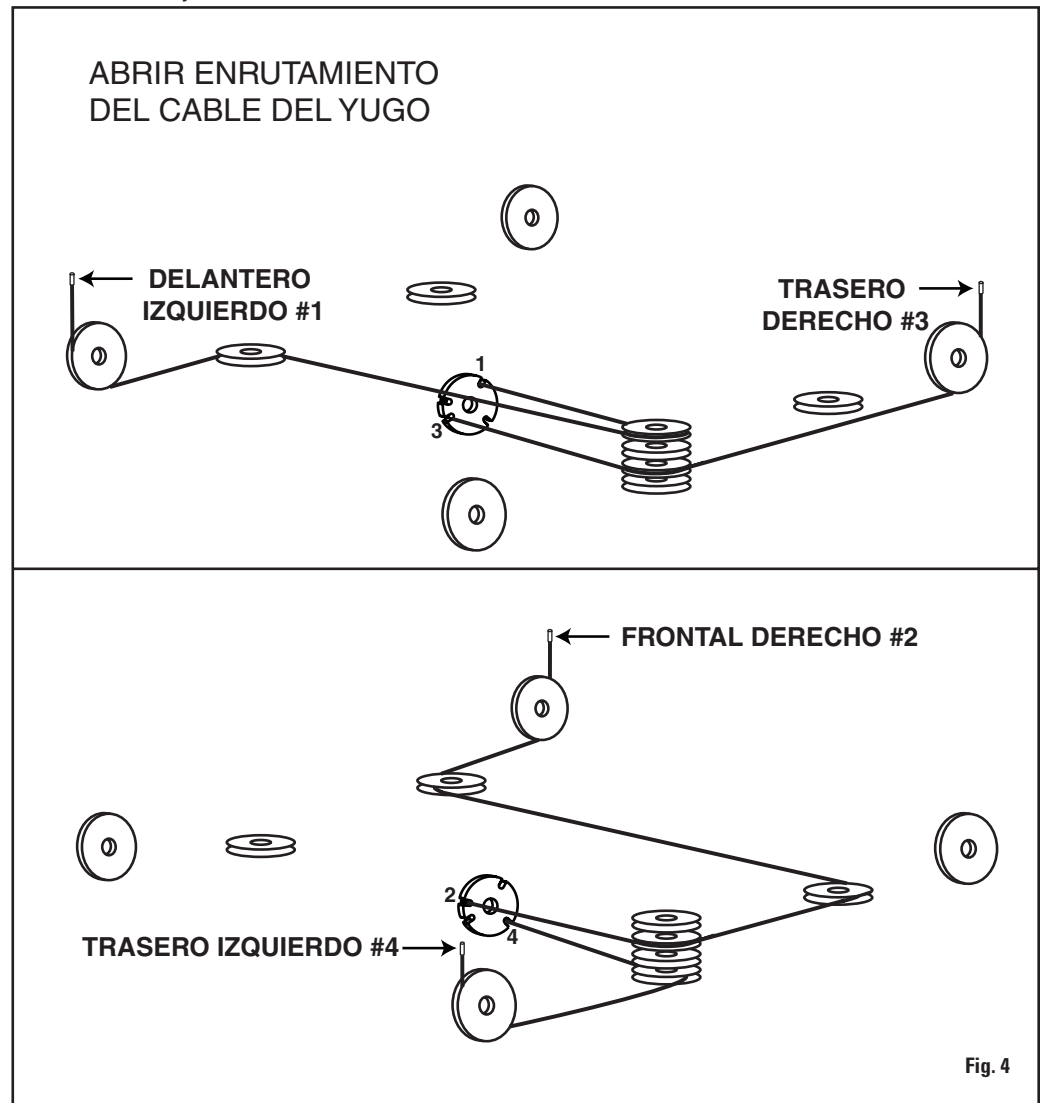

Fig. 4
- F. **IMPORTANTE** Asegúrese de que el cable esté aislado en la ranura de la polea. Fije cada cable a la placa superior de la columna con arandelas, tuercas y contratuercas, Fig. 9. Instale el protector de la polea de plástico en cada extremo. El diagrama de colocación del cable muestra una vista completa del cable, Fig. 4.